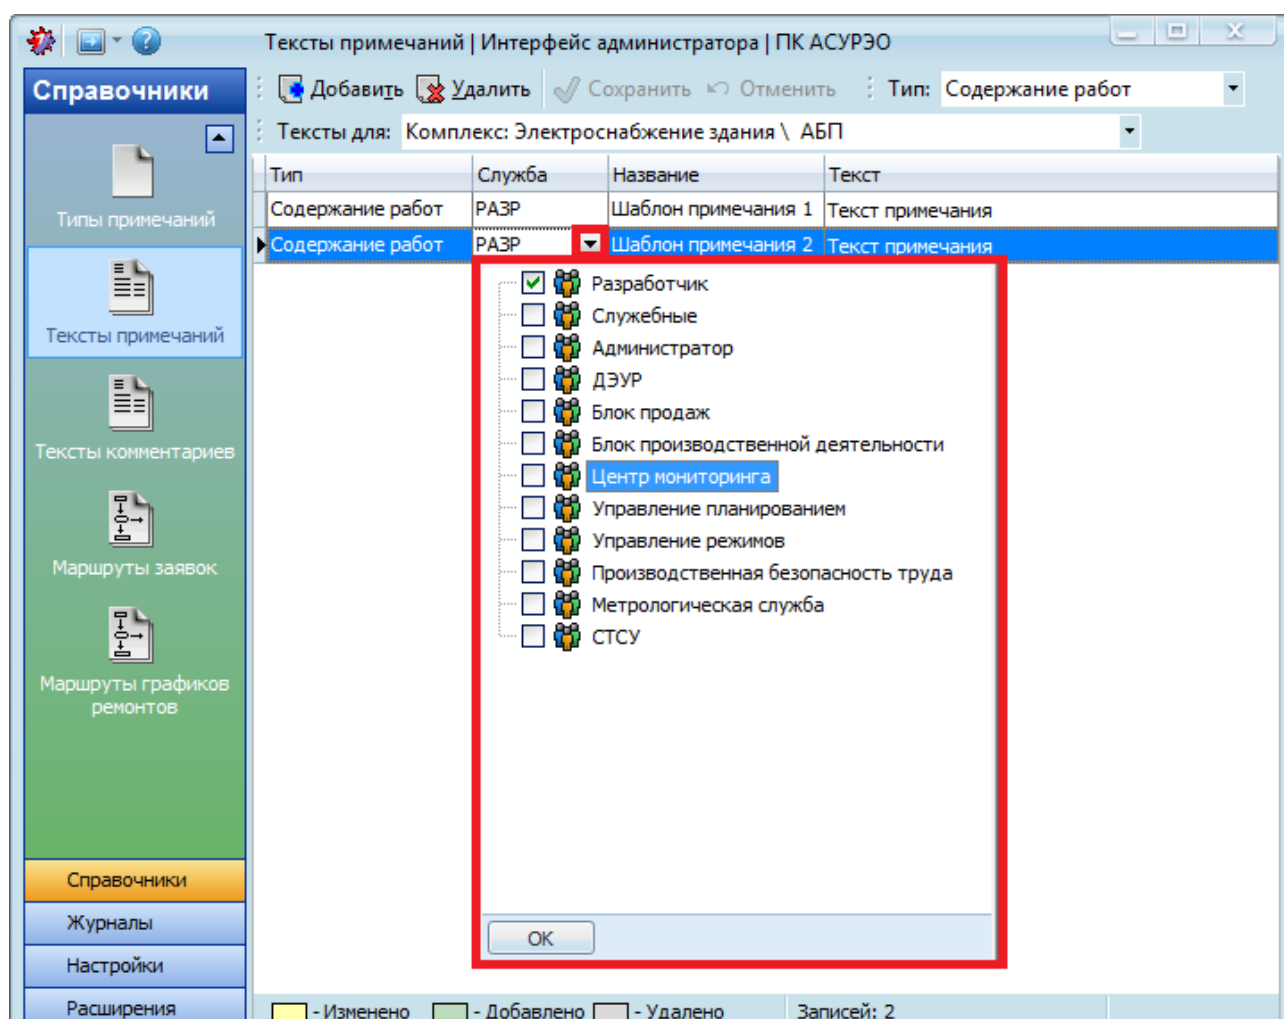

Рисунок 8.7 – Раскрывающийся список служб и пользователей
- **«Служба»**. В поле вводятся службы (напротив необходимых служб устанавливаются флаги) из раскрывающегося списка, который содержит службы из справочника «Службы и пользователи» (см. раздел «7.2.1.3.2 Настройки служб») (Рисунок 8.7). Выбранным службам будет доступно данное текстовое примечание для заполнения. Администратор АСУРЭО может вводить тексты примечаний для любой службы. Если у пользователя отсутствуют права администратора, он может вводить тексты примечаний только для своей службы. По умолчанию поле заполнено службой пользователя, под которым осуществляется работа в системе.